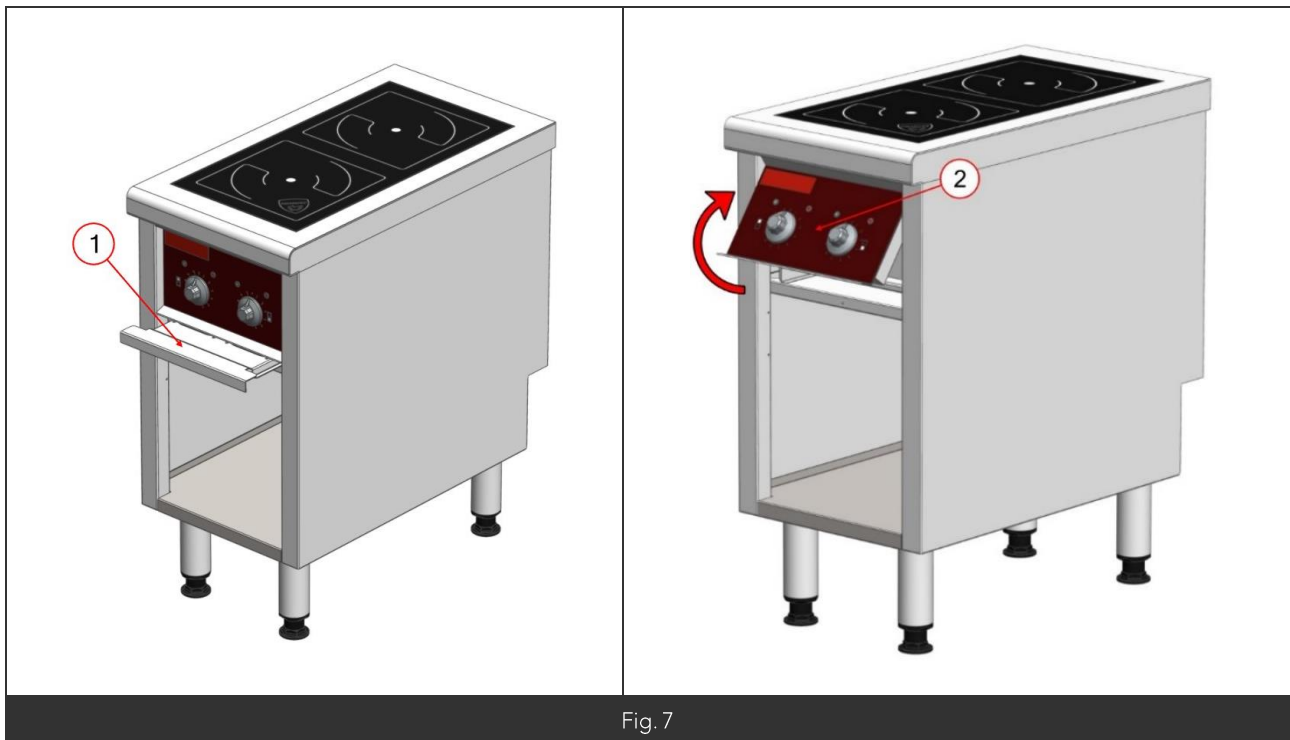

Fig. 7
- Tirer et déposer le tiroir des filtres à induction (Fig 7 Rep1).
- Basculer et tirer vers soit (Fig7 Rep2) le panneau de commande.